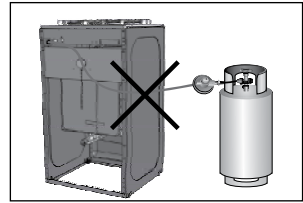

Figura 46
- No permita que la manguera de suministro de gas tenga contacto con la parte posterior de la estufa debido a las altas temperaturas que ésta posee (Ver figura 46).